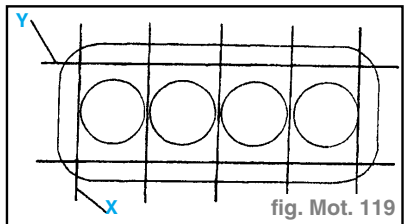

fig. Mot. 119
- Mesurer la distorsion de la culasse dans les sept directions comme indiqué. (fig. Mot. 119)